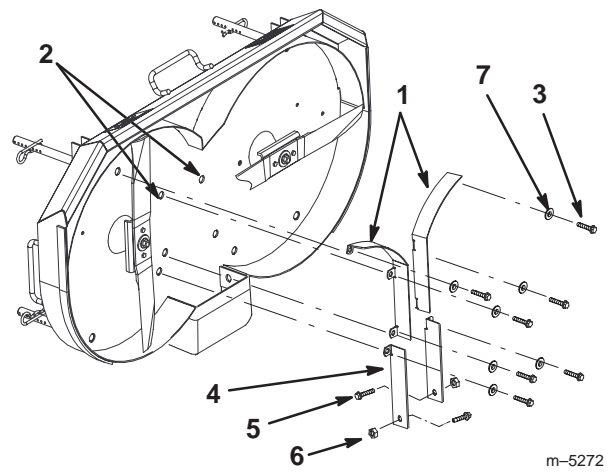

Bild 41
2. Entfernen Sie die Schrauben, Scheiben, die Sicherungsmuttern der linken und rechten Fangkorbablenker sowie die linken und rechten Auswurfkanal-Ablenker vom Schneidwerk (Bild 41).
**Important** Zum Mulchen müssen Sie alle Fangkorb- und Auswurfkanal-Ablenker entfernen (Bild 41).
3. Positionieren Sie die vorderen linken und rechten Fangkorbablenker an der Innenseite des Schneidwerks und sichern sie mit den Schrauben an den angepressten Muttern ab (Bild 41).
4. Positionieren Sie die hinteren linken und rechten Auswurfablenker an der Innenseite des Schneidwerks. Sichern Sie die Ablenker mit Schrauben und Scheiben von der Unterseite und mit den Schlossschrauben von der Innenseite des hinteren Auswurfs am Schneidwerk ab. Sichern Sie die Schlossschrauben mit Sicherungsmuttern ab (Bild 41).